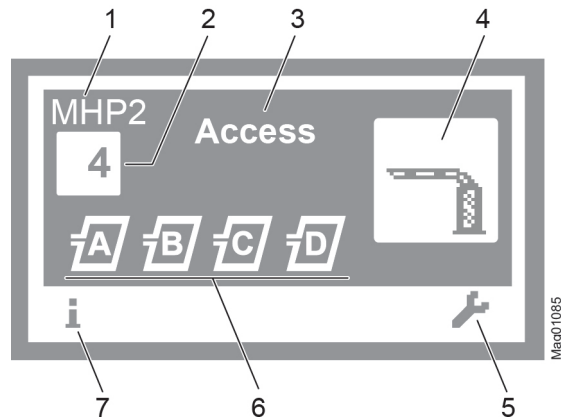

Abb. 15: Beispiel "Betriebsansicht"
1. Die Betriebsansicht wird angezeigt. → Siehe Seite 29, Abb. 15.